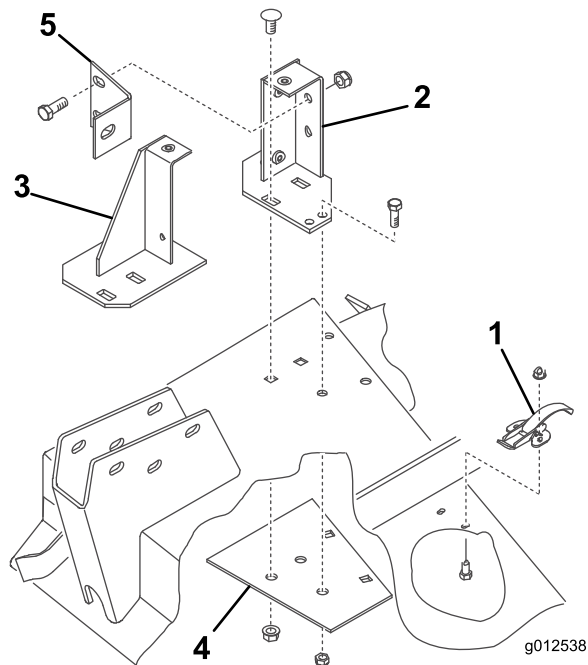

図 9
1. 右側デッキカバーのスプリングラッチを刈り込みデッキの右側に固定しているねじ類を外す 図 9。ラッチは右側カバーと共に保管する。
2. ブローと取り付けブラケットを、デフレクタを取り付けていた穴に合わせてデッキの上にセットする。 図 9 はブローなしのブラケットのみを示している。ブローと刈り込みデッキとの間にすきまを作らないようにすること。
3. 新しい補強プレートをデッキ裏側にセットするデフレクタを取り付けていた穴に合わせる 図 9。
4. 前後のブラケットと補強プレートをデッキに取り付ける先に外したキャリッジボルト3/8-16 x 7/8 インチ2本とフランジナットを使用する 図 9。ボルトの頭がデッキの上に来るように取り付けること。
7. ブラケットと補強プレートをデッキに取りつけるボルト直径 8.7mm とロックナットを使用する 図 9。ボルトの頭がデッキの上に来るように取り付けること。
8. ブロアのブレースを固定する後取り付けブラケットへの固定はボルト3/8-16 x 1 インチ2本とロックナット 図 9、キャストアームへの固定にはボルト3/8-16 x 1 インチを使用する。